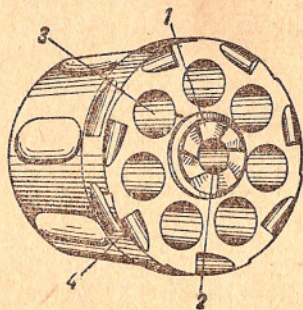

Рис. 18. Барабан (вид сзади):
19. Барабан (рис. 18) с семью камерами служит патронником и вместе с тем магазином. Он имеет: **центральный канал**, в широкой пе-